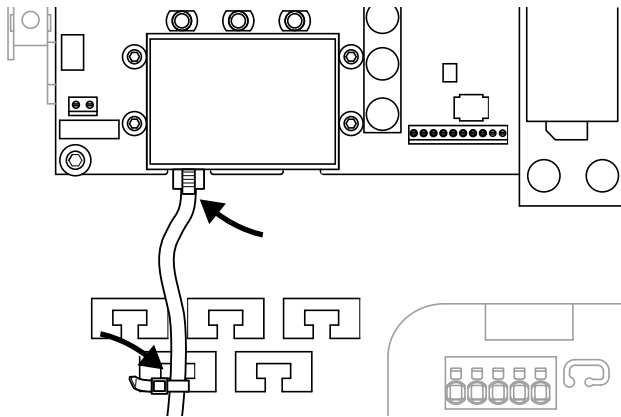

Abb. 41: Kabel auf der Kabelauflage befestigen
1. Alle Kabel mit einem Kabelbinder fachgerecht auf der Kabelauflage befestigen. **Abb. 41**